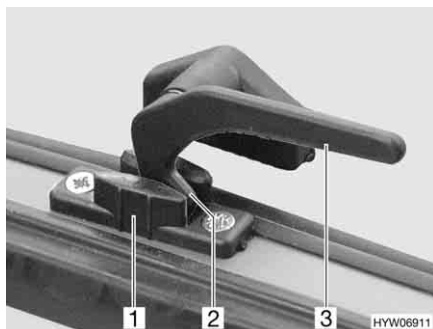

Fig. 26 Leva di serraggio in posizione "Aerazione continua"
- In posizione di "Aerazione continua" (Fig. 26)
- Ruotare tutte le leve di serraggio (Fig. 26,3) di un quarto di giro verso il centro della finestra.
- Girare nuovamente all'indietro tutte le leve di serraggio. Riportare contemporaneamente il nasello di chiusura (Fig. 26,2) nella rientranza della chiusura della finestra (Fig. 26,1).